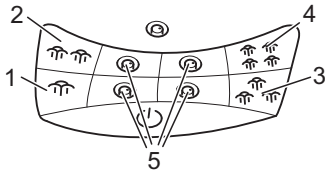

Abb. 13
- **Dampfstufe 1 (Abb. 13/1) z. B. für:**
- **Dampfstufe 2 (Abb. 13/2) z. B. für:**
- **Dampfstufe 3 (Abb. 13/3) z. B. für:**
- **Dampfstufe 4 (Abb. 13/4) z. B. für:**
Die Kontrollleuchten (Abb. 13/5) zeigen die jeweils gewählte Stufe an.